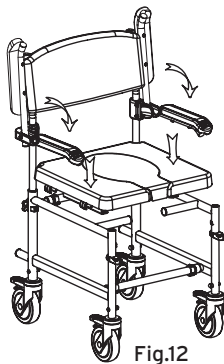

Fig.12
- Coloque o assento na estrutura da cadeira de rodas e carregue para baixo para fixar a sua posição, de seguida, adicione a tampa (fig.12);